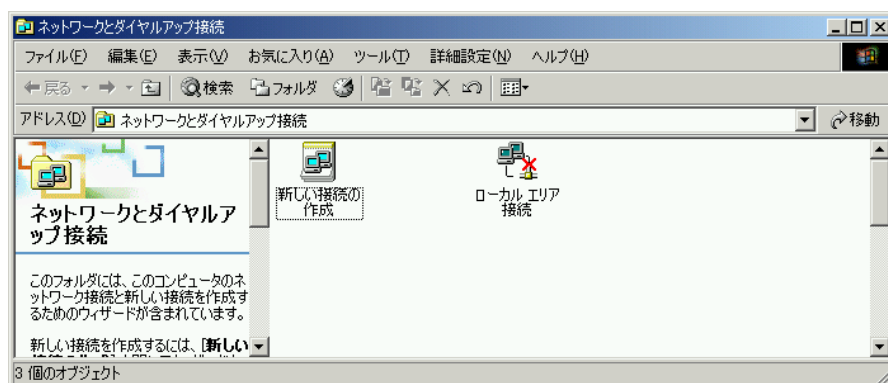

図 2-7 マイネットワークのプロパティ
1. マイネットワークのプロパティ(図 2-7 を参照)を開き、着信接続のプロパティを開きます。全般タブの着信接続を許可するデバイスで、通信カード(ここでは SII MC-P300)にチェックをします。